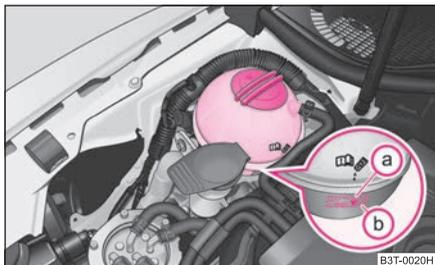

Abb. 189 Motorraum: Kühlmittel-Ausgleichbehälter
- Prüfen Sie den Kühlmittelstand am Kühlmittel-Ausgleichbehälter ⇒ Abb. 189. Der Kühlmittelstand muss bei kaltem Motor zwischen den Markierungen **(b)** (MIN) und **(a)** (MAX) liegen. Bei warmem Motor kann er auch etwas über der Markierung **(a)** (MAX) liegen.
- Legen Sie einen Lappen auf den Verschlussdeckel des Kühlmittel-Ausgleichbehälters ⇒ **Abb. 189** und schrauben Sie den Deckel **vorsichtig** links herum ab ⇒ .